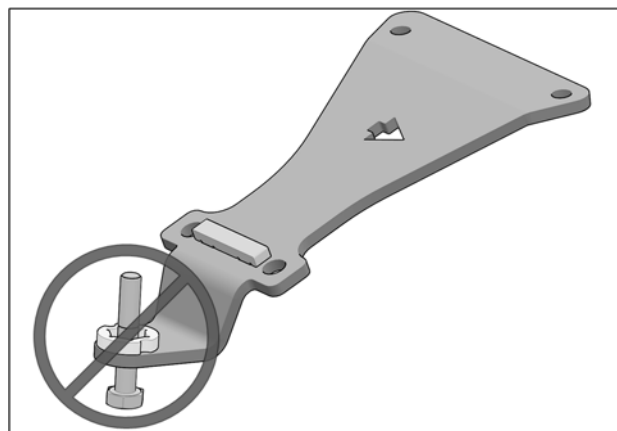

Fig. 26
**ATTENTION: Assurez-vous d'insérer le boulon dans le bon sens. Voir la Fig. 26**